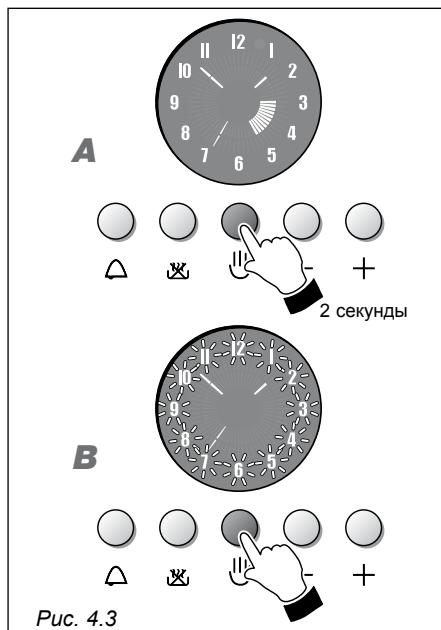

Рис. 4.3
ПРИГОТОВЛЕНИЕ В РУЧНОМ РЕЖИМЕ БЕЗ ИСПОЛЬЗОВАНИЯ ПРОГРАММАТОРА (Рис. 4.3)
- Рис. 4.3 – Программатор с заданной программой. Для удаления заданной программы нажмите на кнопку и удерживайте ее в таком положении в течение приблизительно 2 секунд; стрелки внутреннего круга исчезнут, духовой шкаф можно эксплуатировать в ручном режиме.
- Рис. 4.3 – Мигающие цифры на экране (как правило, после отключения звуковой сигнализации, предупреждающей об окончании запрограммированного времени приготовления). Нажмите на кнопку . Цифры перестанут мигать, духовой шкаф можно эксплуатировать в ручном режиме.